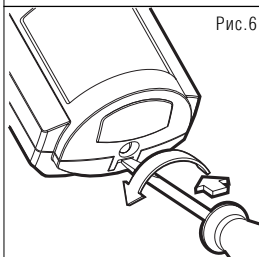

Рис.6
- снять крышку прибора (Рис.6);